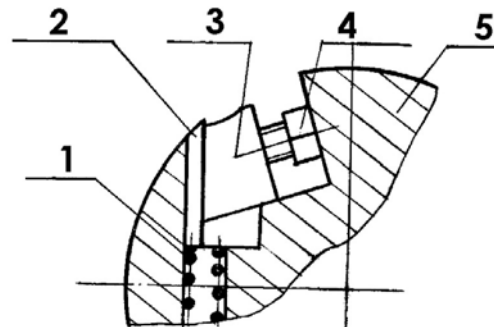

Abb. 11: Messer wechseln
Schritt 2: Lösen Sie die Schrauben (4, Abb.11). Durch die Kraft der Feder (1, Abb.11) wird das Messer (2, Abb.11) automatisch herausgedrückt.
Schritt 4: Setzen Sie das neue Messer mit den fünf Schrauben (4, Abb.11) so ein, dass seine Oberfläche über der Messerwelle maximal 1,1 mm beträgt. Der Hersteller empfiehlt eine Höhe von 0,7 bis 0,8 mm